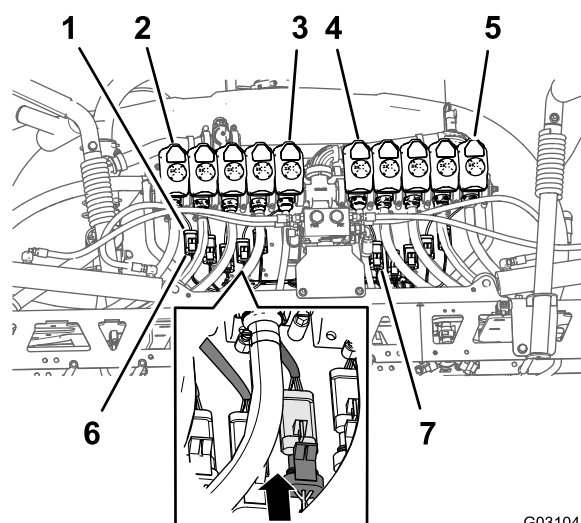

Figura 133
1. Disponete i connettori a 3 prese della diramazione di 203 cm del cablaggio preassemblato indicata da **Valvola ugello 1** a **Valvola ugello 5** dietro al supporto a 10 valvole e sotto le valvole degli ugelli da 1 a 5 (Figura 133).
2. Disponete i connettori a 3 prese della diramazione di 203 cm (80") del cablaggio preassemblato indicata da **Valvola ugello 6** a **Valvola ugello 10** dietro al supporto a 10 valvole e sotto le valvole degli ugelli da 6 a 10 (Figura 133).
come **Ugello 1** al connettore a 3 pin del cablaggio per la valvola dell'ugello 1 (Figura 133).
4. Ripetete il passaggio 3 nelle posizioni delle valvole degli ugelli da 2 a 10 (Figura 133).